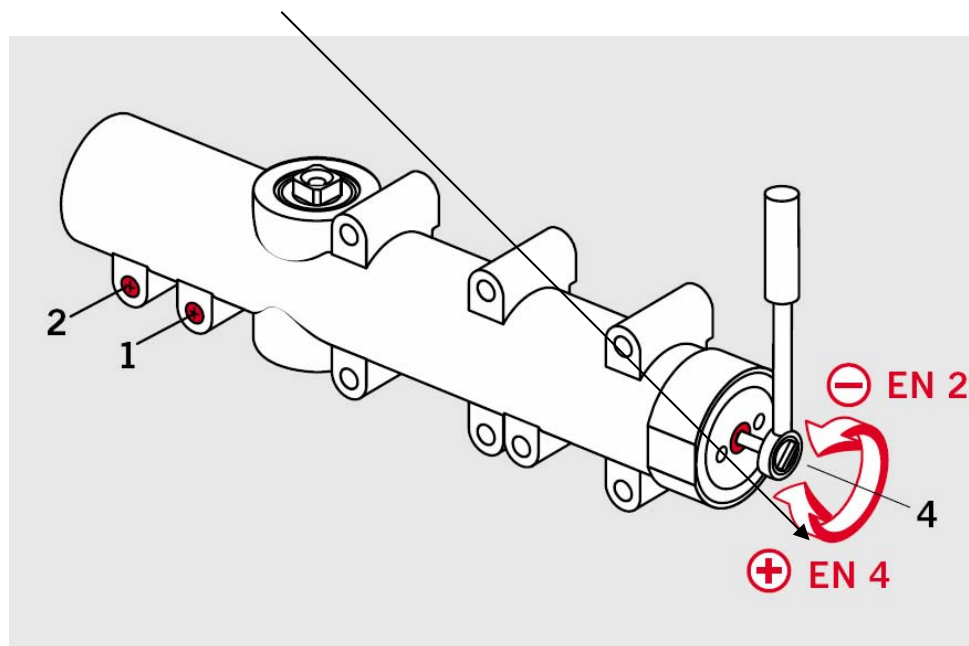

Рис. 10. Регулировка усилия доводчика TS72/
Регулировка усилия доводчика осуществляется предварительным сжатием пружины с помощью регулировочного винта (рис. 10),
7. Как показано на **Рис. 10**, установите необходимое усилие закрывания двери.